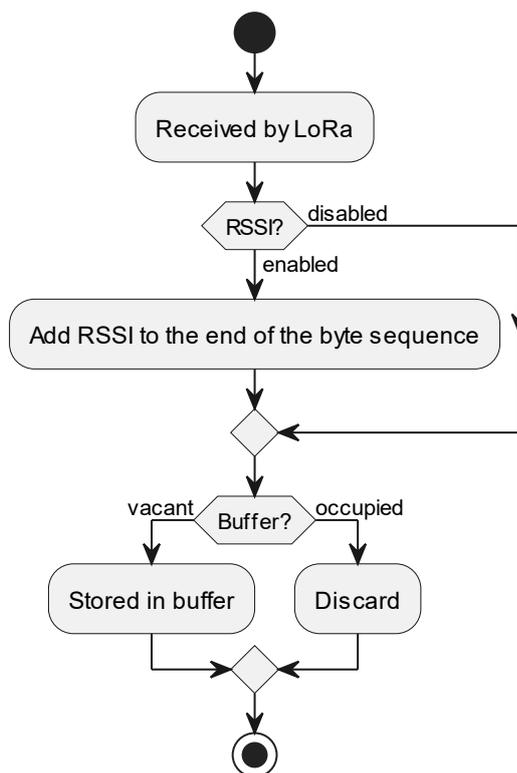

図 18 LoRa 受信データのバッファ格納フローチャート (ver.1 互換モード)
- 本モジュールが LoRa 受信時の内部受信バッファに関して ver.1 互換モードでは、LoRa 受信したデータが内部受信バッファにそのまま格納されます。UART 入力データのバッファ格納フローチャートを図 18 に示します。